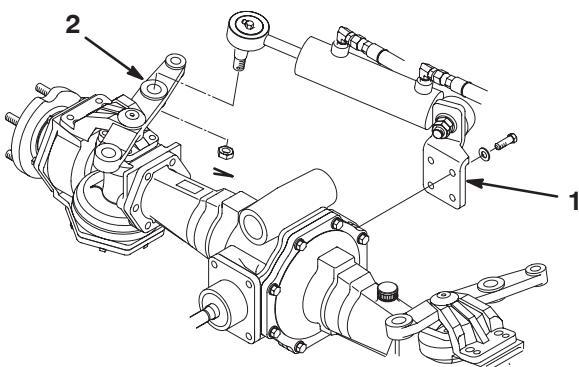

Bild 2
- Befestigen Sie die Zylinderstützhalterung mit 4 Schrauben (M10 x 30) und Scheiben hinten an der Achse (Bild 2). Tragen Sie Loctite 242 oder ein Äquivalent auf und ziehen Sie die Schrauben auf 65–81 Nm an.
- Befestigen Sie das Kugelgelenk mit der Mutter (Bild 2) am Lenkarm und ziehen Sie es mit 94–122 Nm an. Setzen Sie den Splint ein.